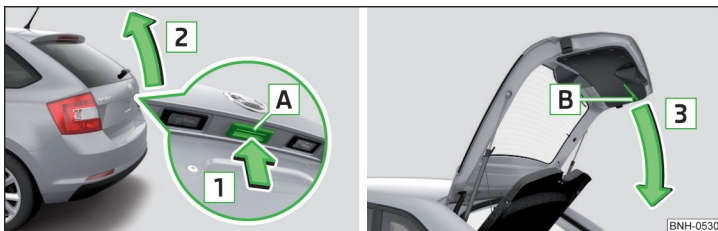

Fig. 49 Deschiderea/închiderea capotei portbagajului
- Pentru **deschidere**, apăsați tasta **A** în sensul săgeții **1** » fig. 49.
Tasta **A** » fig. 49 este dezactivată la pornire, resp. începând de la o viteză de 5 km/h. După oprire și deschiderea unei portiere, butonul este activat din nou.